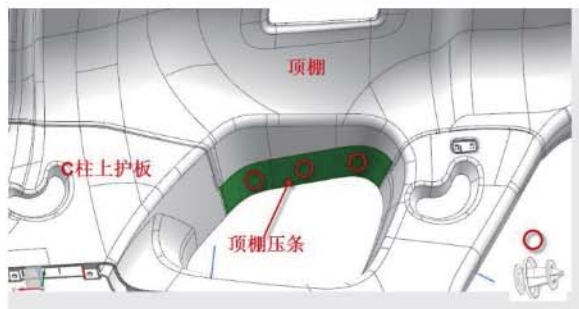

图 7-2-7-1 顶棚压条拆卸示意图
- (1) 首先拆除 C 柱上护板；
- (2) 如图 7-2-7-1，将顶棚压条三个卡扣用力拉出即可拿下顶棚压条。